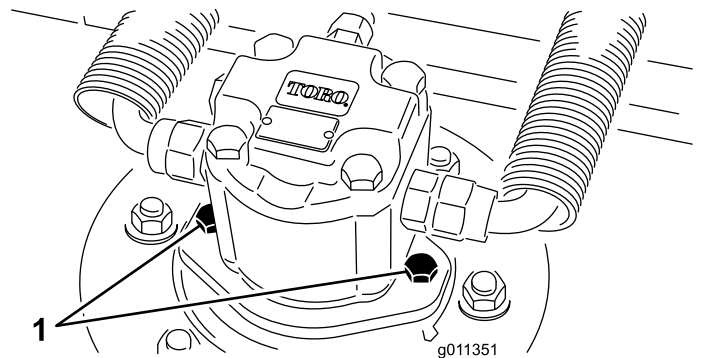

Figure 64
- Débranchez et retirez le moteur hydraulique du plateau de coupe (Figure 64). Couvrez le dessus de l'axe pour éviter toute contamination.
4. Montez le moteur hydraulique sur le plateau de coupe (Figure 64). Vérifiez que le joint torique est en place et en bon état.